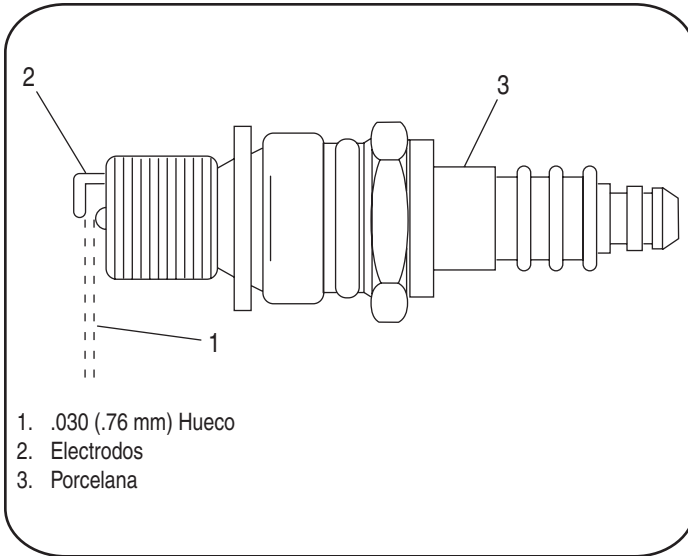

Figura 5-3
- Limpiar la bujía y regladar la separación a .030" una vez por temporada por lo menos o cada 50 horas de operación. Ver la Figura 5-3.